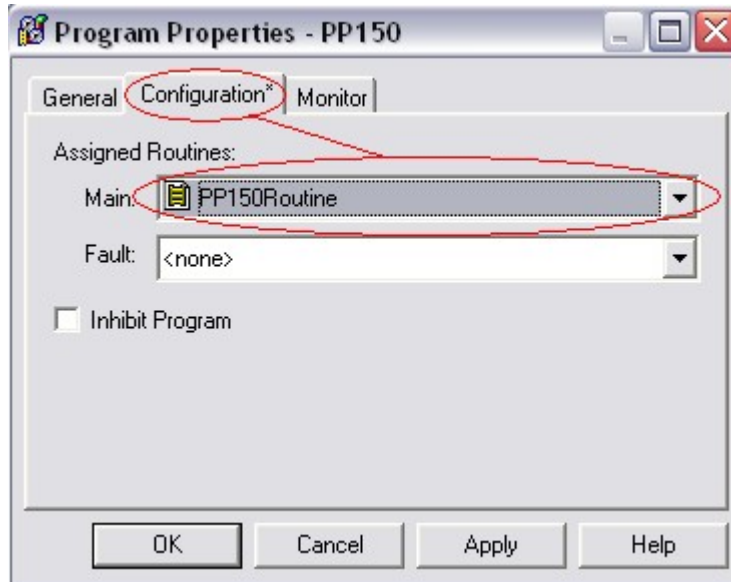

FIGURE 10.13
- O. UNDER THE CONFIGURATION TAB, SELECT PP150 AS THE MAIN ROUTINE (SEE EXAMPLE BELOW...FIGURE 10.13)